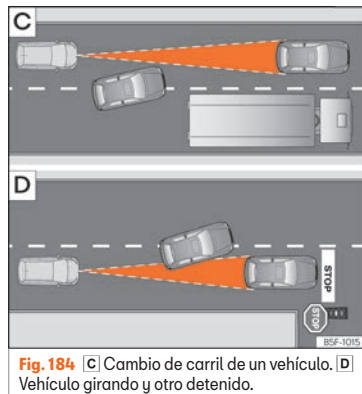

Fig. 184 [C] Cambio de carril de un vehículo. [D] Vehículo girando y otro detenido.
- Vehículos que cambian al carril por el que usted circula a poca distancia de su vehículo »» fig. 184 [C].
El ACC puede no reaccionar ante vehículos detenidos. Si, p.ej., un vehículo detectado por el ACC gira o se aparta y delante del mismo se encuentra un vehículo detenido, el ACC no reaccionaría ante este último »» fig. 184 [D].